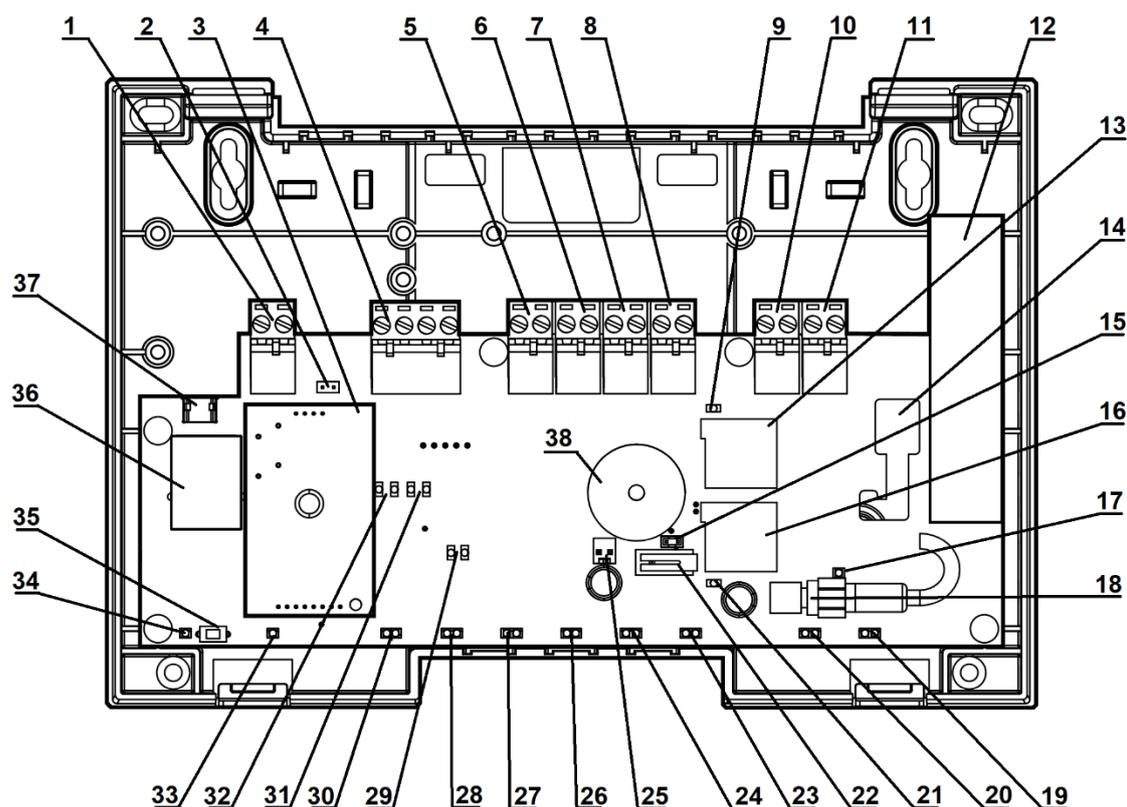

Рисунок 4.4
5.3 При работе прибора с ИСБ при использовании интерфейса S2/S3 сетевой топологии "Шина, согласованная с двух сторон", и подключении прибора к одному из концов шины, необходимо установить перемычку "Т", включив тем самым согласующее сопротивление в приборе (Рисунок 4.4, поз 2). **Внимание!** При использовании интерфейса S3 необходимо соблюдать полярность подключения (S3A и S3B).